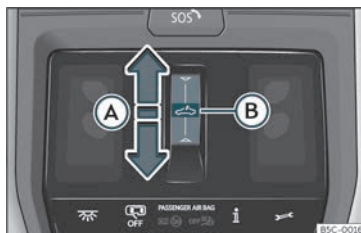

Fig. 92 Nel rivestimento interno del tettuccio: tasto del tettuccio di vetro.
- Movimento automatico: far scivolare il dito indietro sull'area funzionale >>> **fig. 92** **(A)**.
- Entro circa 5 secondi dall'attivazione della funzione antischiacciamento, far scivolare il dito in avanti sull'area funzionale  >>> fig. 92  e tenere premuto finché il tetto non si chiude completamente.